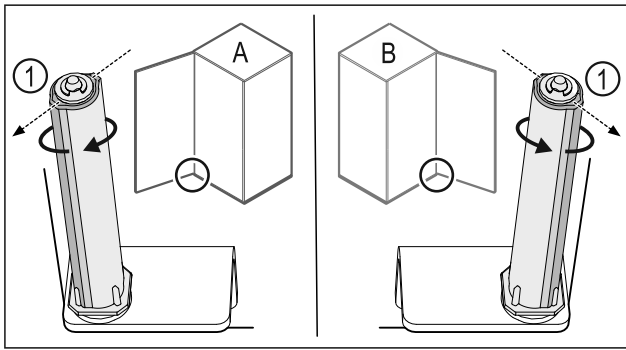

Fig. 23 Розкриття ліворуч (A) / Розкриття праворуч (B)
- ▶ Систему закриття повертати проти опору доки перемичка системи закриття Fig. 23 (1) не покаже назвоні.